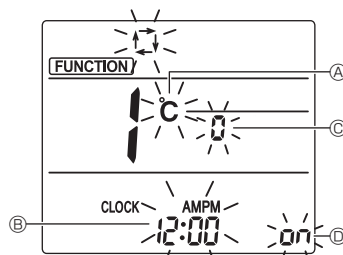

Fig. 6-11
3. Vérifiez que la fonction n° « 1 » est affichée puis appuyez sur la touche **SET** ③. L'écran de réglage de l'affichage s'affiche. (Fig. 6-11)